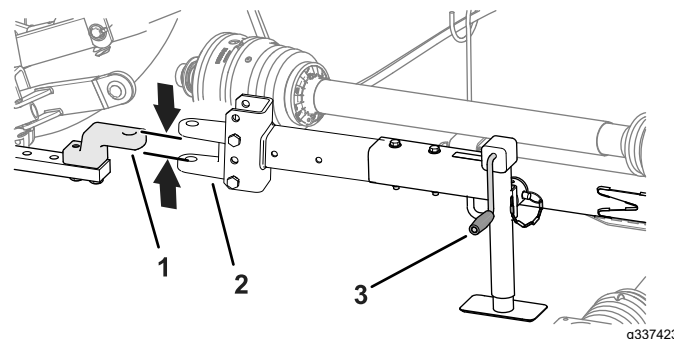

Рисунок 28
- С помощью рукоятки домкрата поднимайте или опускайте домкрат буксировочной штанги до совмещения ее с тяговым брусом или поворотным сцепным устройством (Рисунок 28).
- Совместите тяговый брус или поворотное сцепное устройство буксирного автомобиля с буксировочной штангой газонокосилки (Рисунок 28).